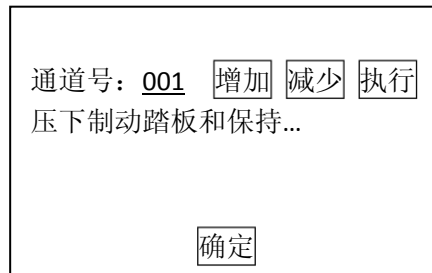

图 3-2
7) 待屏幕出现提示“压下制动踏板和保持...”,按提示进行操作。如图 3-2;